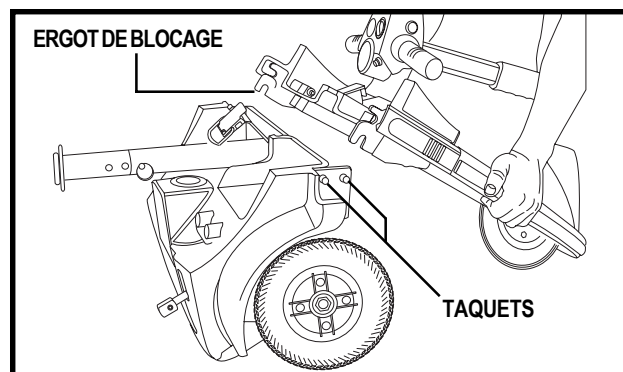

Figure 19. Séparation des sections du cadre
2. Soulever la section avant pour dégager les ergots des fentes. Voir la figure 19.
1. Positionnez les sections avant et arrière tel que montré dans la figure 19.